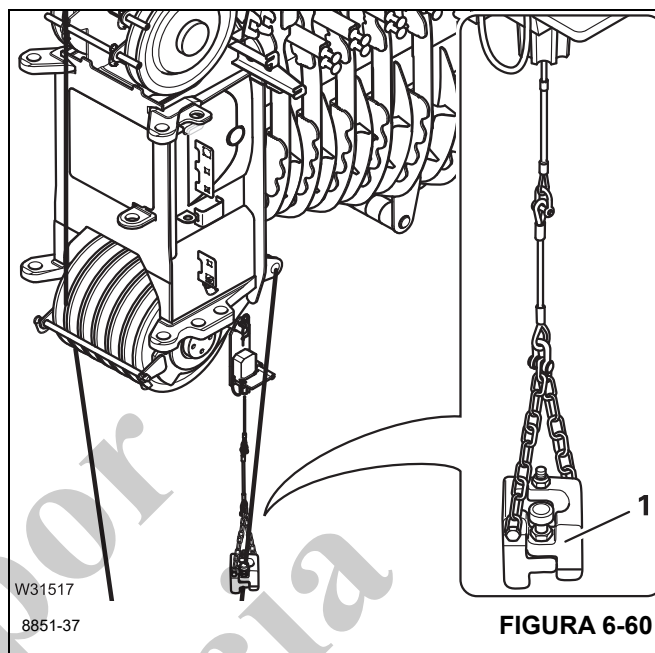

FIGURA 6-60
- Fije el peso del interruptor de prevención del contacto entre bloques (1), (Figura 6-60).